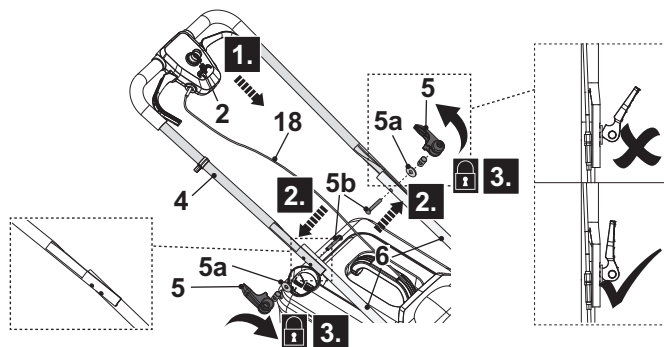

Fig. 3
**NOTE:** au premier montage, fixez les barres de guidon inférieures (6) avec les leviers de verrouillage (5) en position intermédiaire du mécanisme de réglage de l'inclinaison en alignant le repère (6a) avec l'indicateur (8a) de la poignée de transport (8). Assurez-vous que les barres de guidon inférieures (6) soient assemblées à la même hauteur de chaque côté.
4. Maintenez la barre de guidon supérieure (4) avec le bouton de l'interrupteur de sécurité (2) orienté vers le haut. Alignez les trous de montage de la barre de guidon supérieure (4) et des barres de guidon inférieures (6) (Fig. 3, étape 1).
5. Insérez le boulon de montage (5b) dans les trous de montage jusqu'au bout (Fig. 3, étape 2).
6. Installez la rondelle (5a) et vissez le levier de verrouillage (5) dans le sens horaire sur le filetage du boulon de montage (5b), bloquez-le en repliant le levier de verrouillage (5) vers le guidon. Si le levier de verrouillage (5) ne se replie pas, dévissez-le et essayez de le replier à nouveau. S'il n'est pas assez serré, revissez le levier de verrouillage (5) en le faisant pivoter (Fig. 3, étape 3).
7. Renouvelez l'opération de l'autre côté. Assurez-vous que le câble d'interconnexion (18) court sur la partie supérieure des barres de guidon (4, 6).